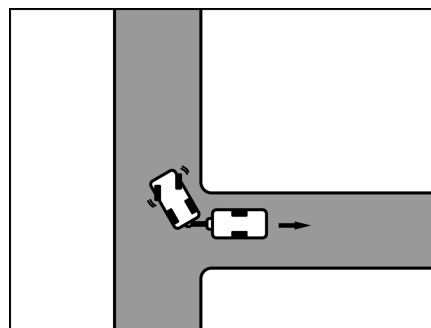

Fig. 11 Braquer à droite
- Braquer à droite et avancer prudemment en marche arrière (Fig. 11).